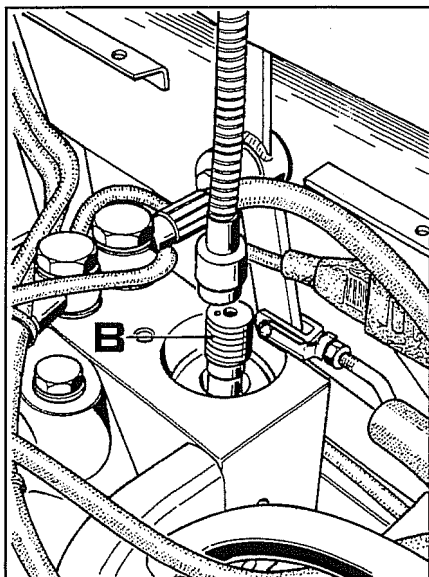

Fig. 14
3. Com um imã extrair o pistão **B** (fig.14) da electroválvula, lava-lo e sopra-lo com ar comprimido.